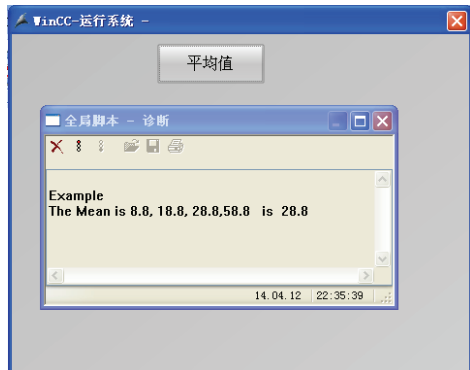

图 9-20 运行结果
3) 运行输出。在图形编辑器界面中,先单击“保存”按钮,目的是保存前面的操作,再单击“激活”按钮,运行系统。这时,用鼠标左键单击按钮,可以看到如图 9-20 所示的运行结果。实际上是,单击按钮会产生一个事件,这个事件调用求平均值函数,最后将求得的平均值显示在界面上。